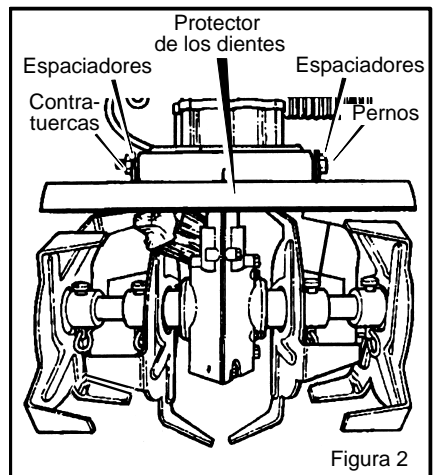

Figura 2
2. Retire las **contratuercas**, los **espaciadores** y los **tornillos de la cubierta protectora de los dientes** (Figura 2).